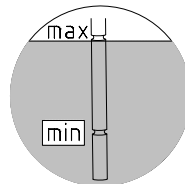

Bild 5-2: Ölstand prüfen mit Ölmesstab
4. Getriebe mit Ölstandsbehälter: Der Ölstand muss mit Hilfe der Verschlusschraube mit Peilstab (Gewinde G1¼) **im Ölstandsbehälter geprüft** werden. Der Ölstand muss zwischen der unteren und der oberen Markierung bei ganz eingeschraubtem Peilstab liegen (siehe Bild 5-2). Der Ölstand ist eventuell mit der entsprechenden Ölsorte zu korrigieren. Diese Getriebe dürfen nur in der im Kapitel 6.1 angegebenen Bauform betrieben werden.